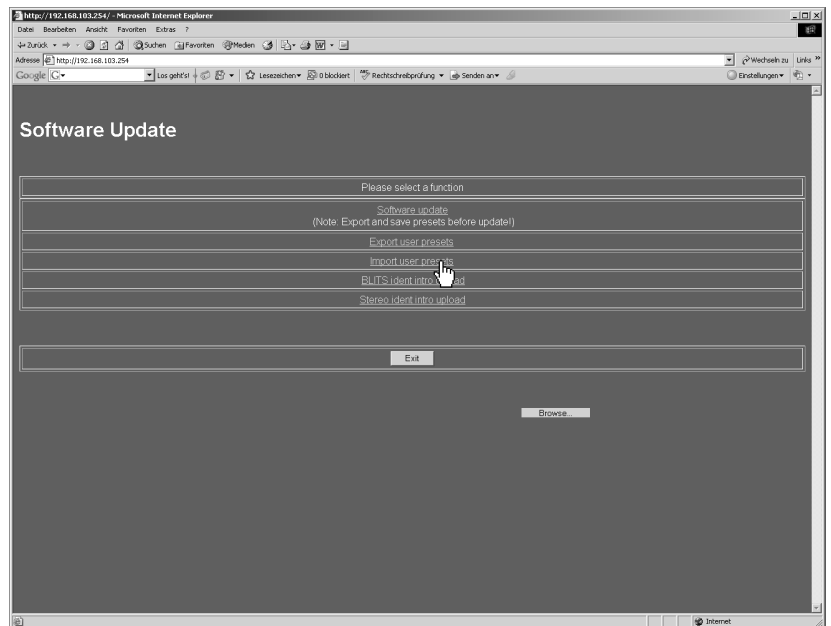
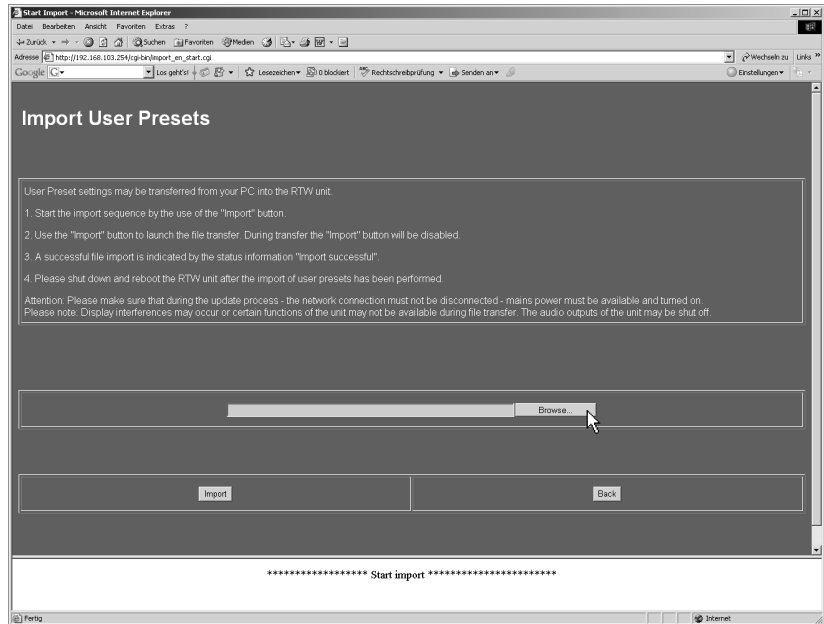
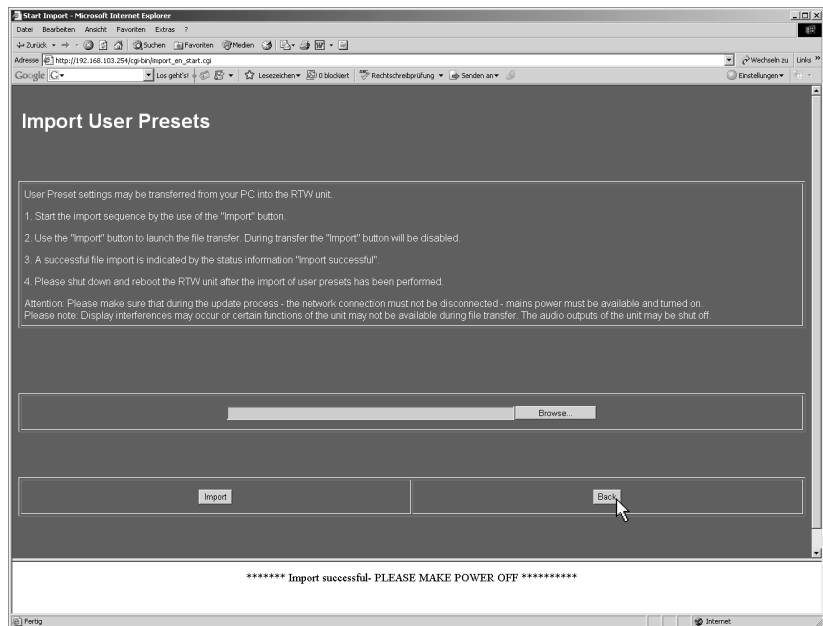

Bild 8-20: Anzeige des Software-Update-Programms in einem Internet-Browser
Bild 8-21: Anzeige der Import-Seite („Durchsuchen“)
Bild 8-25: Ende des Imports der Anwendereinstellungen
2. Im Browser-Fenster erscheint das Software-Update-Programm des SurroundControl (siehe Bild 8-20). Wählen Sie „Import user presets“. **Beachten Sie bitte die Hinweise auf der Import-Seite** (siehe Bild 8-21).
3. Klicken Sie auf die Schaltfläche „Durchsuchen“ (siehe Bild 8-21).
7. Wenn die Meldung „Import successful - PLEASE MAKE POWER OFF“ erscheint, ist der Import abgeschlossen (siehe Bild 8-25). Zur Aktivierung der importierten Anwendereinstellungen ist ein Neustart des Surround-Control erforderlich.
8. Klicken Sie auf die Schaltfläche „Back“ (siehe Bild 8-25), um auf die Startseite (siehe Bild 8-20) zurück zu kehren, und klicken Sie auf „Finish“, um das Update-Programm zu verlassen.